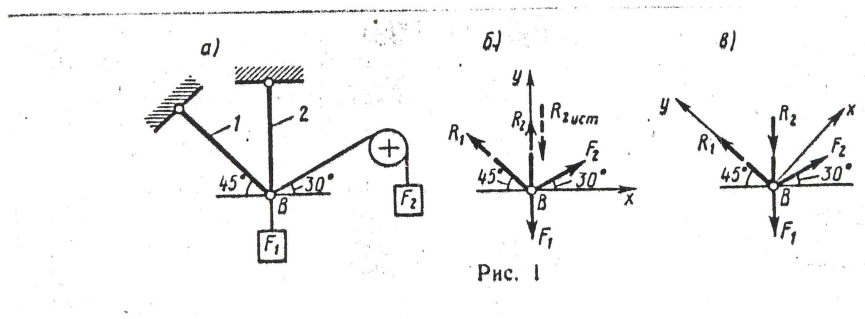

Рис. 1
Знак минус перед значением R_2 указывает на то, что первоначально выбранное направление реакции на верное – следует направить реакцию R_2 в противоположную сторону, т.е. к шарниру В (на рис. 1б истинное направление реакции R_2 показано штриховым вектором).
5. Проверяем правильность полученных результатов, выбрав новое расположение осей координат X и Y (рис. 1в). Относительно этих осей составляем уравнения равновесия: